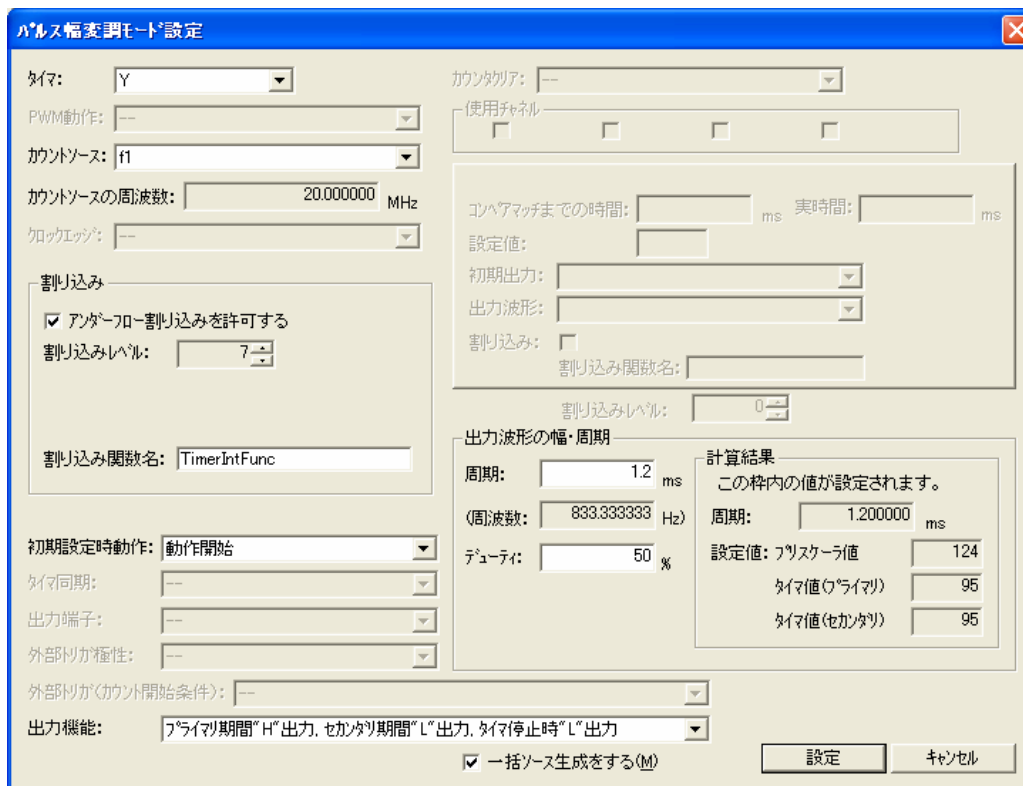

図 4.4.6 パルス幅変調モード設定ダイアログ (M16C/60、M16C/Tiny、R8C/1x,2x、H8/300H Tiny、H8S/Tiny)
- ・ M16C/60、M16C/Tiny、R8C/1x,2x、H8/300H Tiny、およびH8S/Tinyシリーズのパルス幅変調モードの設定ダイアログを図 4.4.6に示します。